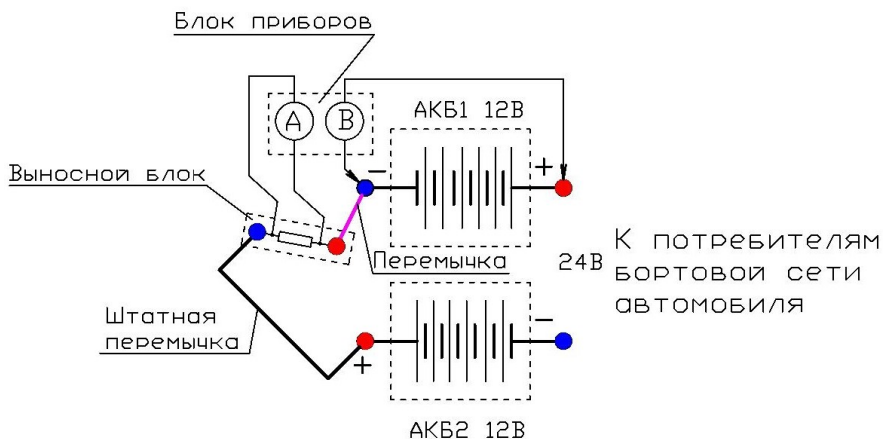

Рисунок 4 - Подключение тестера АСГ в разрыв перемычки между двумя аккумуляторными батареями
8.1.1 Выносной блок тестера (измерительный шунт) может включаться в разрыв провода «Масса» (по аналогии с рисунком 2), либо в разрыв провода "Бортовая сеть» (по аналогии с рисунком 3), либо в разрыв штатной перемычки, последовательно соединяющего эти аккумуляторные батареи (см рисунок 4).